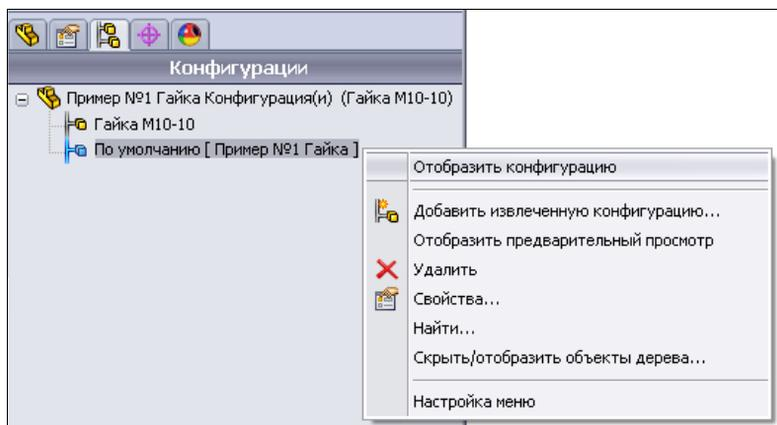

Рис. 3.19
1. Чтобы построить новую конфигурацию, перейдем в Менеджер конфигурации. В связи с тем, что новая конфигурация строится на основе конфигурации **По умолчанию [Пример №1 Гайка]**, необходимо привести ее в активное состояние. Для того чтобы активизировать нужную конфигурацию, следует, находясь в Менеджере конфигурации, щелкнуть правой кнопкой мыши по имени нужной конфигурации. В появившемся контекстном меню следует выбрать команду **Отобразить конфигурацию** (рис. 3.19).